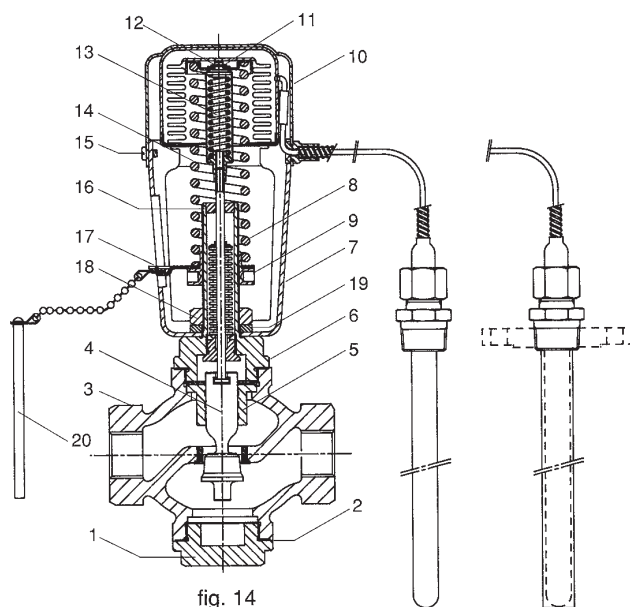

fig. 14
CONTROLLO DI TEMPERATURA (fig. 14)
Questa valvola pilota è utilizzata solo per il controllo di temperatura normalmente per un processo di raffreddamento. Può essere usata anche per un processo di riscaldamento purché il liquido riscaldante che passa attraverso la valvola principale abbia una temperatura che sia nei limiti d'impiego dell'elastomero (membrana). La fig. 14 rappresenta una valvola pilota per processo di raffreddamento, normalmente chiuso, cioè l'aumento della temperatura del fluido controllato fa aprire la valvola pilota e quindi la valvola principale. Nel caso contrario, processo di riscaldamento, l'otturatore pos. 4 è montato al rovescio, valvola pilota normalmente aperta, in tal caso l'aumento della temperatura provoca la chiusura della valvola pilota e quindi della valvola principale. Questo sistema con pilota è previsto per le valvole dal DN 65 e oltre.
TEMPERATURE CONTROL (fig. 14)
This pilot is used only to control the temperature in a cooling process but may be used for heating processes with the only limit that the heating media flowing through the main valve must have a temperature lower than the elastomer limit (diaphragm). Figure 14 shows a pilot for a cooling process, normally closed. It means that the temperature increasing of the controlled media tends to open the pilot valve and, as a consequence, the main valve.